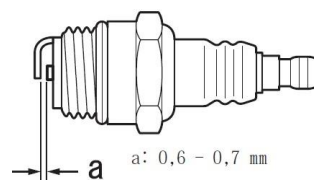

Fig. 21
ATTENZIONE! In caso di difficoltà di messa in moto della motosega controllare la candela (Fig. 21).
ATTENZIONE! Se il motore non si avvia è possibile che la candela (Fig. 21) sia umida; in questo caso rimuoverla, asciugarla e quindi tirare la corda di avviamento diverse volte prima di rimontare la candela, per pulire e ventilare la camera di combustione.
2. Motore ingolfato	2. Smontare e asciugare la candela (Fig. 21) (vedi paragrafo "CANDELA")